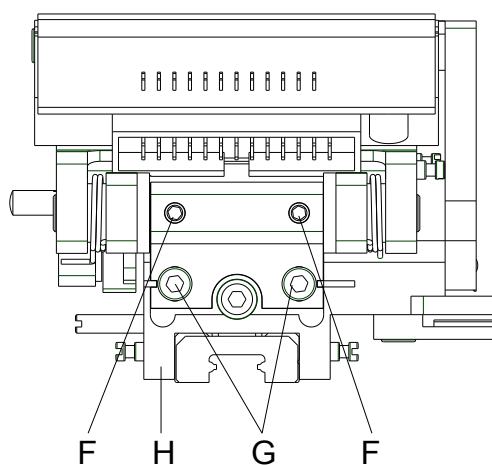

Figura 17
4. Retire los tornillos Allen (G, Figura 17).
6. Comience el trabajo necesario, por ejemplo, sustituyendo los muelles (C) o el soporte del cabezal.
En la instalación respete el paralelismo entre las ranuras próximas a los tornillos (G) y entre las ranuras de guía del carro (H, Figura 17).